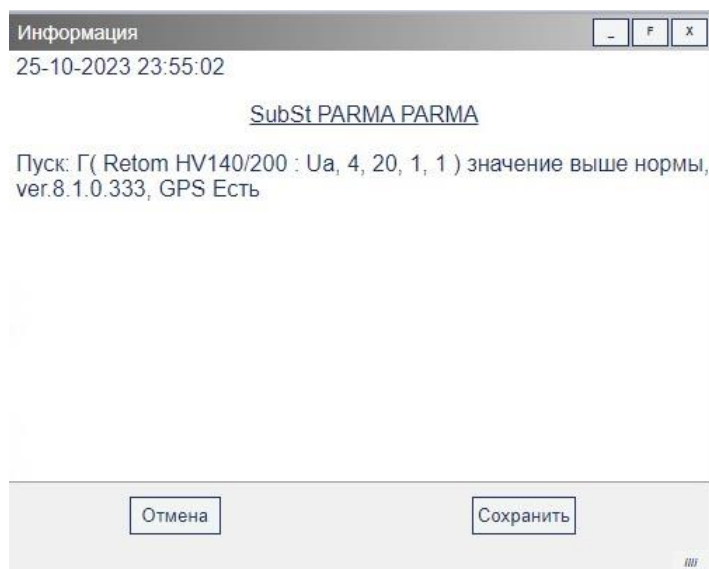

Рисунок 14 – Окно «Информация»
3.5.3.7 Кнопка «*Информация*» (см. рис. 11, поз. 3) выводит информацию о записанной осциллограмме в отдельном окне (рис. 14):